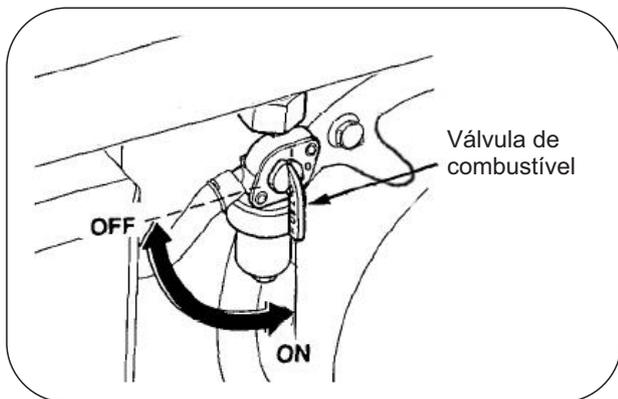

FIG. 05
1. Abra a válvula de combustível movendo a alavanca da torneira para a posição ON. (Fig.05)